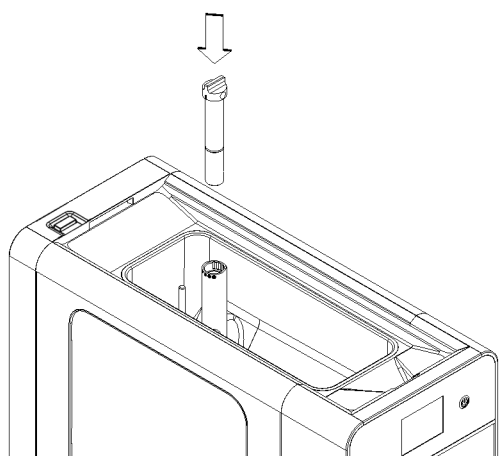

figure 5
**3** Insérer la partie supérieure du tube de mélange à l'intérieur de la partie inférieure. (voir figure 5)